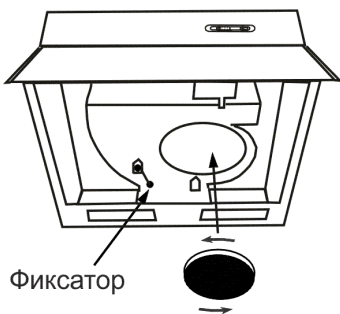

рис. 6
- фиксатор (рис. 6) должен находиться в положении вытяжка (положение "А").
- установите угольный фильтр (рис. 6);
- установите фиксатор в положение "F"- "Фильтрация" (рис. 6).